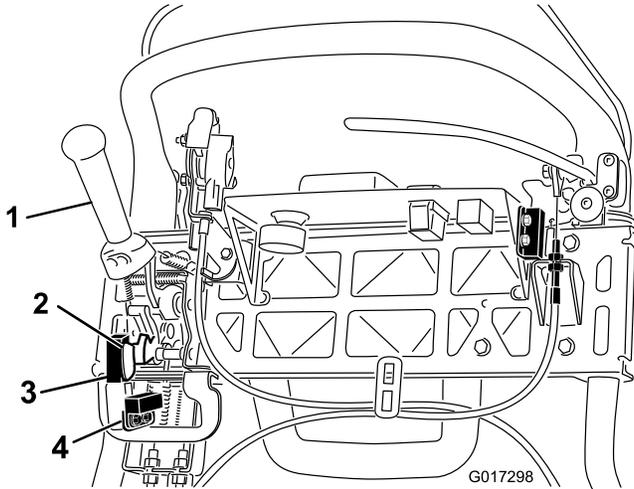

图38
4. 松开联锁开关紧固件(图38)。
5. 在牵引杆与联锁开关之间放入 1.6mm 厚的塞尺(图38)。
4. 松开剪草传感器紧固件(图38)。
5. 在剪草传感器旗与剪草传感器之间放入 1.6mm 厚的塞尺(图38)。